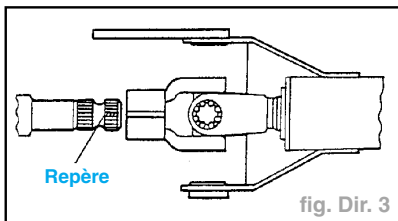

fig. Dir. 3
- Lors de la pose, aligner le repère (ligne jaune) situé sur l'arbre de direction inférieur et la rainure de la mâchoire de l'arbre de direction supérieur (fig. Dir. 3).